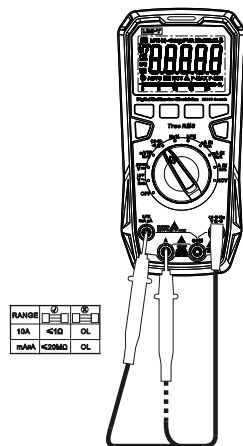

图 18a
- 利用电阻测量功能档可自检内置1A和10A保险丝。具体操作见(图18a), 将红色表笔插入 $\frac{10}{100}Hz$ (UT61B+/UT61E+) 或 $\frac{10}{100}Hz$ (UT61D+) 输入端口, 表笔尖插入“mA uA”输入端口测量阻值, 若显示屏显示“OL”, 则1A保险丝熔断。将红色表笔尖插入“A”输入端口测量阻值, 若显示屏显示“OL”, 则10A保险丝熔断。